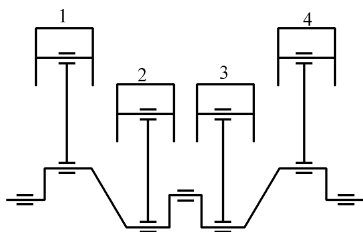

图 4-25
- ① 维持电压均衡
② 加润滑油
③ 驱动装置停止时起制动作用
④ 设定必要的缠绕角
⑤ 防止振动和噪声
89. 图 4-25 所示为一台四冲程直列式发动机的布置示意，点火顺序为 1—3—4—2，从缸 1 开始且正好是做功行程，然后是缸 2、3、4 的行程。请问它们所做的是什么性质的行程？